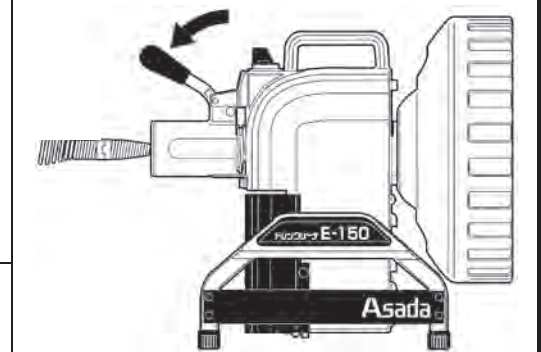
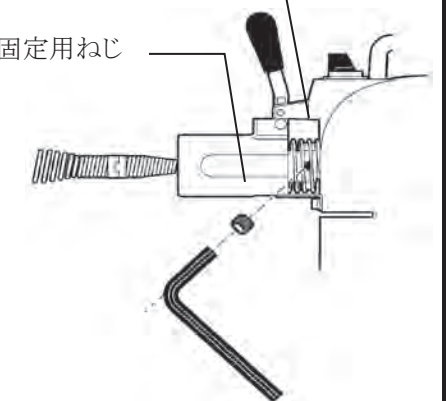

図2
図3
- ②ワイヤを排水管にゆっくり挿入し、ヘッドが詰り物に突き当たったところ、又は配管の曲りがきつくワイヤが進んでいかなかったところでチャックノブを倒しワイヤを固定してください。(図2)
- ③モータのスイッチを回し、ワイヤを回転させ貫通させます。通常は1の方にスイッチを入れます。(バルブヘッド付ワイヤを使われる場合は2の方に入れてください)
- ④ガンコな詰まりの場合は、ワイヤを少し引戻したり、入れたりして右回転・左回転させてください。繰り返しこの操作を行ってください。正逆の操作は回転が止まってから行ってください。
- ⑤チャックノブを前後させただけでワイヤがしっかり固定されない場合は、付属のワイヤ固定ねじをねじ穴に入れ固定してください。(図3)
- ⑥清掃が終わったら、ワイヤを水洗い、防錆油を塗付しながらワイヤケースに戻します。(別販売品:防錆油 ロボナルNo.R72142)